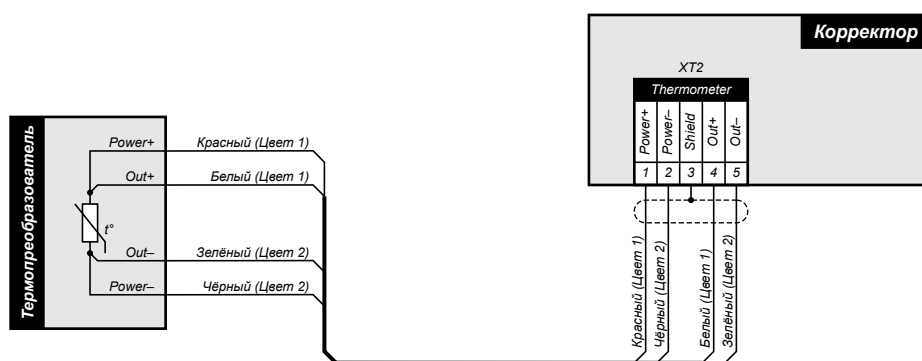

Рисунок 14 Схема подключения термопреобразователя
2.3.6 Термопреобразователь, входящий в комплект корректора, подключается непосредственно соединённым с ним кабелем по 4-проводной схеме в соответствии с указаниями приведёнными в пункте 2.3.4. Схема подключения приведена на рис. 14.